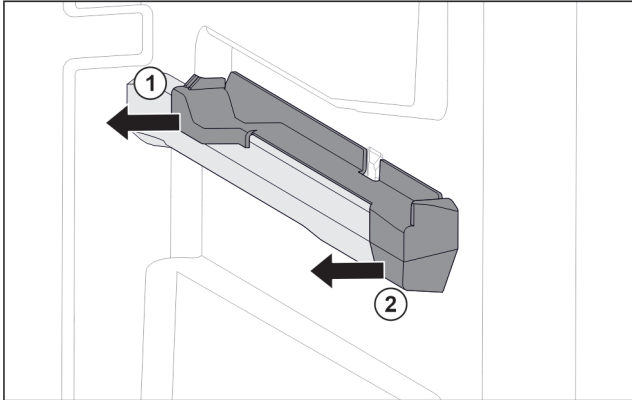

Fig. 84 Aufsteckteil auf der rechten Behälterrippe
- ▶ Aufsteckteil hinten zur Seite abziehen. Fig. 84 (1)
- ▶ Aufsteckteil vorne zur Seite abziehen. Fig. 84 (2)